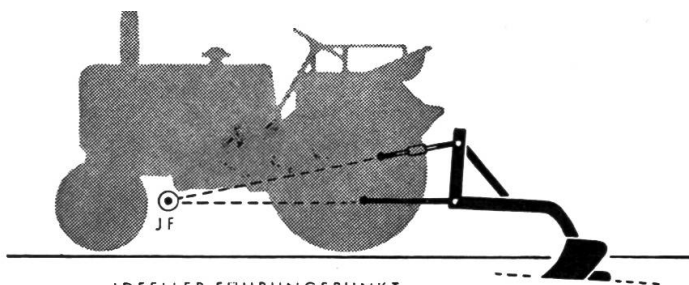

Abb. 1
48. Die internationale Normung der Dreipunkt-Aufhängung garantiert die Austauschbarkeit der Geräte und den leichten Anbau. Man muss sich darüber klar sein, dass der angebaute Pflug um einen sogenannten ideellen Führungspunkt schwingt. Dieser ideelle Führungspunkt ergibt sich aus der Verlängerung der Lenker, die dem gedachten vorderen Punkt, also dem ideellen Führungspunkt zustreben. Das ist eine wichtige Eigentümlichkeit der Dreipunktaufhängung, die dem Traktorfahrer bekannt sein müsste. Dadurch wird die Schlupfgrenze weit hinausgeschoben, mit anderen Worten, die Schlupfgefahr wird auf ein Minimum herabgedrückt. Hat man erst erfasst, dass der eigentliche Führungspunkt (siehe Abb. 1) eines Anbaupfluges mit Dreipunktaufhängung der Schnittpunkt der Verlängerungen der drei Lenker ist, so dürfte einem die saubere Einstellung eines Pfluges an der Dreipunktaufhängung keine Schwierigkeiten mehr bereiten.